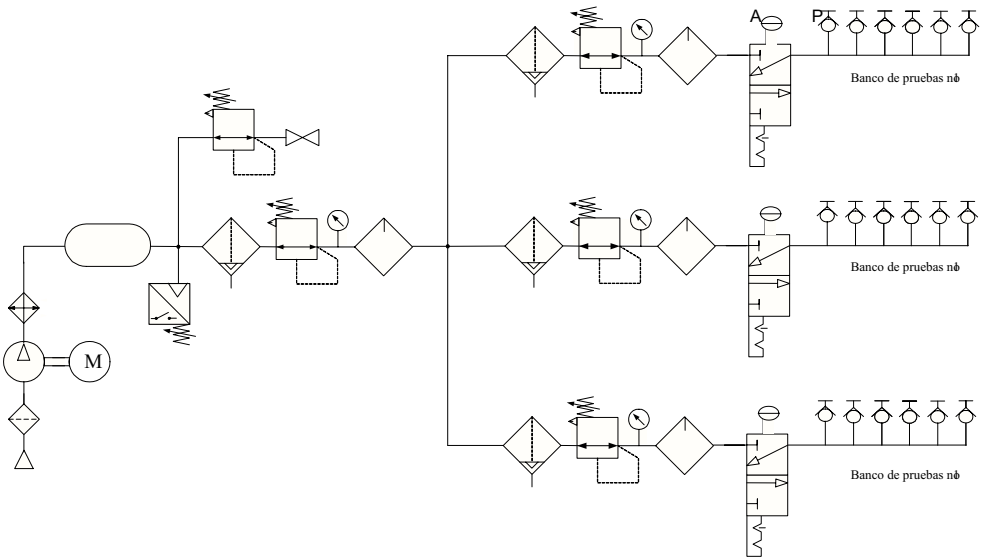

Figura 1.8. Simbología de la parte de potencia del sistema neumático.
5. Comentar la simbología correspondiente a cada uno de los componentes, de acuerdo con la figura 1.8.